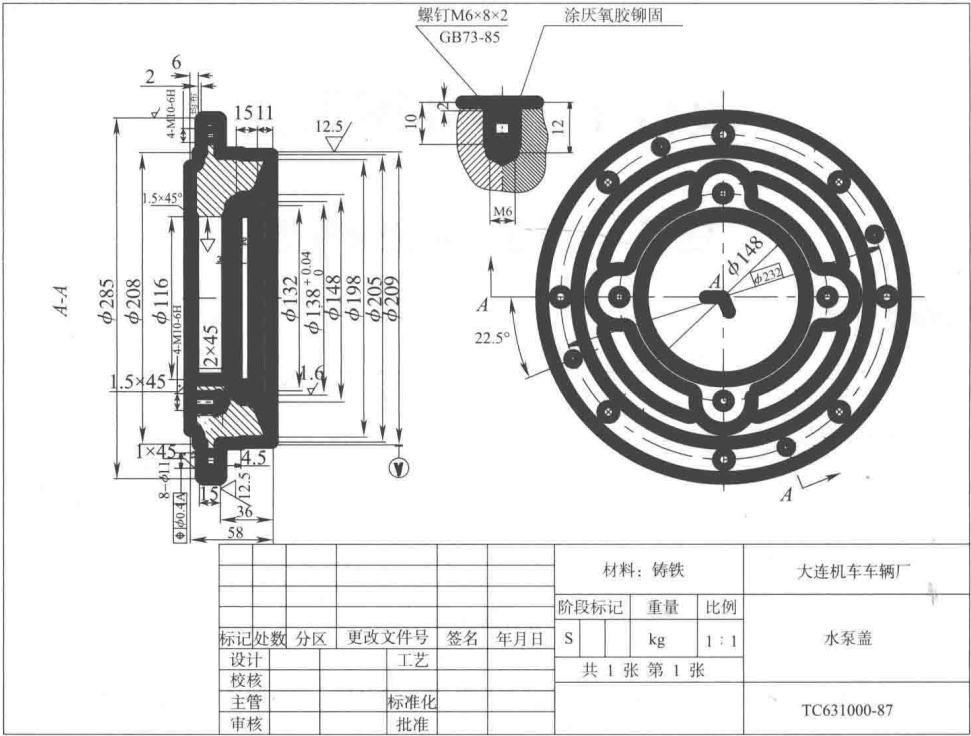

图 1-1 水泵盖零件图
零件图内容 一、零件图概念 表达零件结构形状、尺寸和技术要求的图样称为零件工作图,简称零件图。机械图样主要有零件图和装配图。 二、零件图的作用和内容 1. 零件图的作用 机器或部件是由零件装配成的。零件图是设计部门提交给生产部门的重要技术文件,它反映了设计者的意图,表达了对零件的要求(包括对零件的结构要求和制造工艺的可能性、合理性要求等),是制造和检验零件的依据。 2. 零件图的内容 图 1-1 是水泵盖零件图。从图中可以看出,作为零件图一般应包括以下四方面内容: (1)图形 用一组图形(包括各种表达方法)准确、清楚和简便地表达出零件的结构形状。 (2)尺寸 正确、齐全、清晰、合理地标出零件各部分的大小及其相对位置尺寸,即提供制造和检验零件所需的全部尺寸。 (3)技术要求 将制造零件应达到的质量要求(如表面粗糙度、尺寸公差、形位公差、材料、热处理及表面镀、热处理等),用一些规定的代(符)号、数字、字母或文字,准确、简明地表示出来。有的使用代(符)号标在图的技术要求中,也可用文字注写在标题栏的上方或左方。 (4)标题栏 标题栏在图样的右下角,应按标准格式画出,用以填写零件的名称、材料、图样的编号、比例及设计、审核、批准人员的签名、日期等。